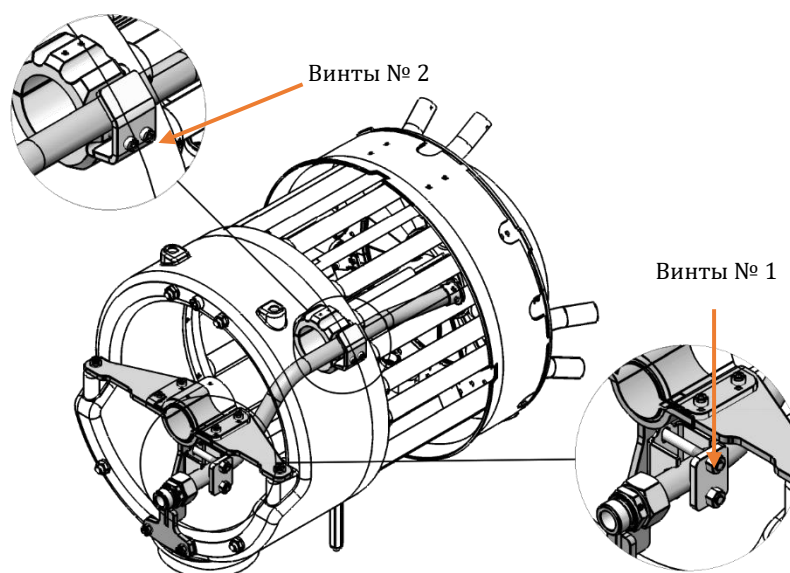

Рис. 44- Монтаж смесительного устройства горелки RGB-M-1350
- 9- Смонтируйте пилотную трубку горелки на центральную трубу с помощью винтов №1 и №2 в соответствии с Рис. 44.